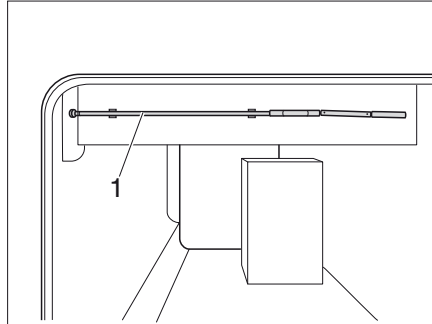

Bild 149 Vev för höjdbar säng
- Ta ut veven (Bild 149,1) ur hållaren.